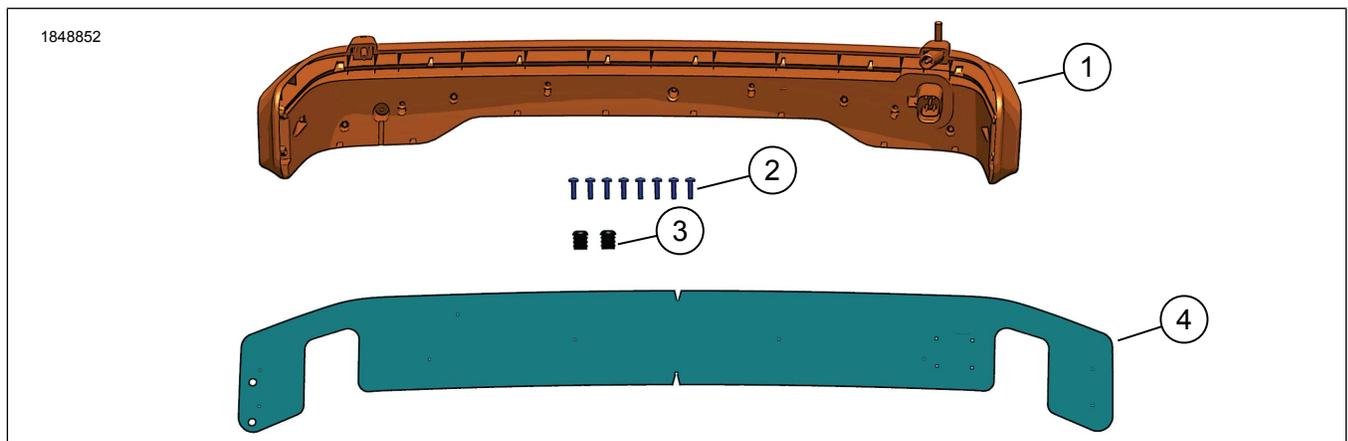

Figure 1. Contenu du kit : Feux arrière à LED marche / feux de direction / stop King Tour-Pak
3. Voir Figure 1 et Figure 2. Aligner le gabarit (4) le long de l'arête arrière du Tour-Pak, marquer et percer les trous pour les vis (2).